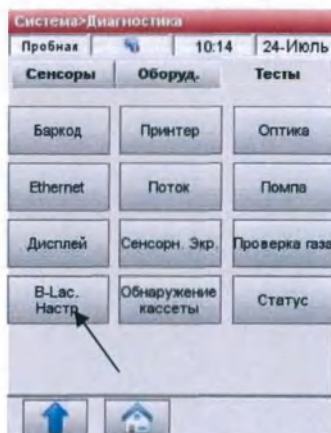

Рис.8-35 В-Lac Настройки
- Нажмите **<В-Lac Настройки>** (Рис.8-35).